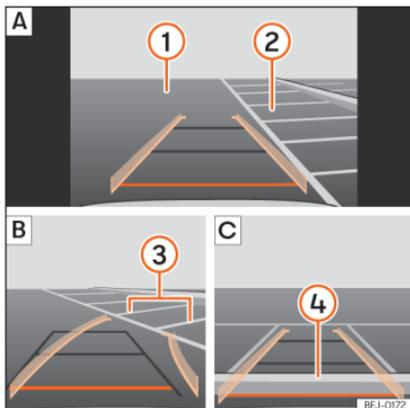

Fig. 216 Visualização no ecrã do sistema de infotainment: estacionar com o assistente de marcha-atrás
Legenda da **Fig. 216**:
- Posicione o veículo à frente do lugar de estacionamento » **Fig. 216 2 [A]**.